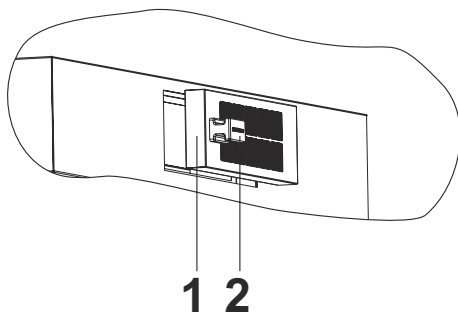

Abb. 42
- 2.** Nehmen Sie den Aktivkohlenfilter (Abb. 42/1) mit Haltemagnet ab. (Abb. 42).